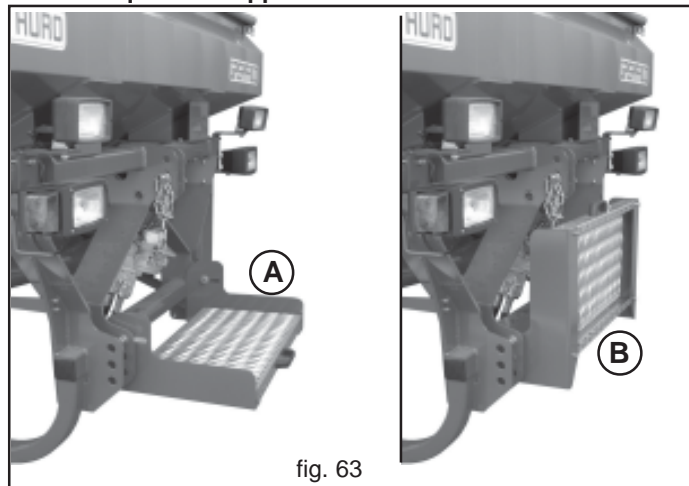

fig. 63
Le chargement des trémies et réservoirs peut s'effectuer à la main ou au moyen d'un élévateur d'une capacité supérieure à 200 kg et régulièrement homologué par les organismes préposés. Il convient de rappeler que le soulèvement de poids supérieurs à 25 kg exige l'intervention de plusieurs opérateurs ou l'utilisation d'un équipement de levage. Dans le cas de chargement manuel, utiliser le marchepied (A, Fig. 63) pour accéder à la trémie de l'équipement. Replier toujours le marchepied comme indiqué à la Figure 63 (B) aussi bien pendant le travail que pendant le transport sur route.